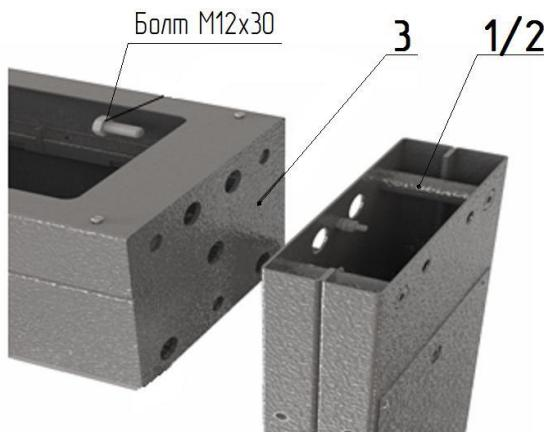
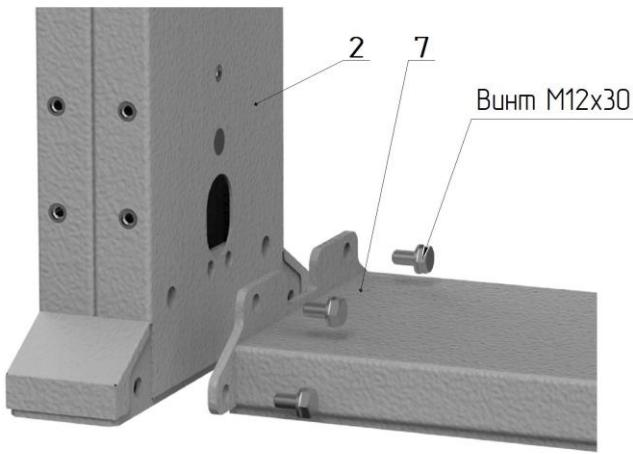
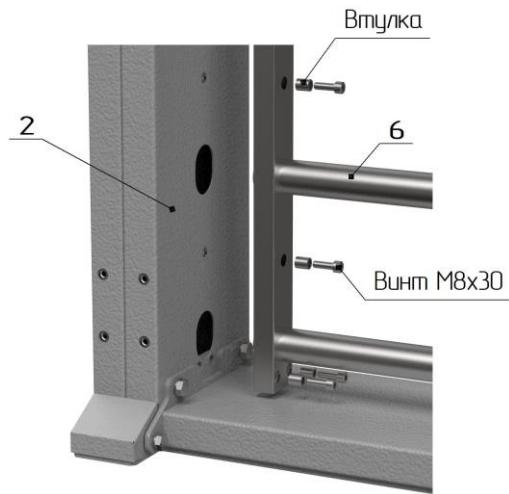

Рис. 1
Рис. 2
Рис. 3
1. Сборка турникета (рис. 1, 2, 3, вариант сборки двумя сборщиками):
– положите на пол на боковую плоскость раму привода **3** (рис. 3), (предварительно постелив лист картона), рядом аналогично положите стойку крыла прохода **1** и стойку ограничения прохода **2** (рис.1); состыкуйте указанные элементы друг с другом присоединительными элементами и закрутите по три болта M12 с каждой стороны; поставьте собранный портал вертикально на месте установки турникета; закрепите к стойке ограничения прохода **2** напольную плиту **7** (рис.2) четырьмя винтами M12;
– состыкуйте лопасть ограничителя прохода **6** со стойкой ограничения прохода **2** (рис.3) и закрепите винтами M8 с дистанционными втулками.